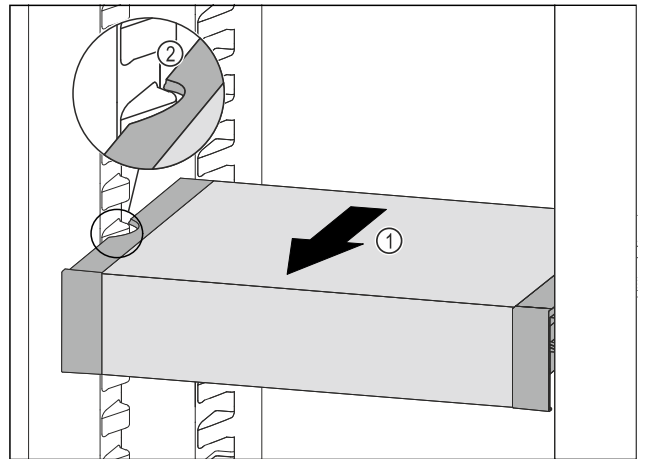

Fig. 105
- ▶ VarioSafe nach vorne ziehen *Fig. 105 (1)*, bis sich die seitlichen Aussparungen des VarioSafes auf Höhe der Behälterrippe im Kühlteil befinden. *Fig. 105 (2)*